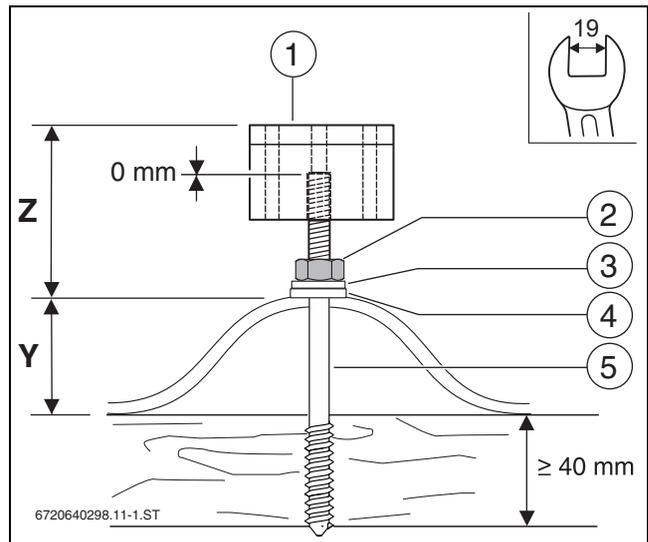

Bild 30 Montierte Stockschraube mit Haltebock
- ▶ Vormontierte Stockschraube mit Schraubenschlüssel SW19 so weit eindrehen, bis Maß Z (→ Tab. 13) erreicht ist (→ Bild 30).
- ▶ Mutter (→ Bild 30 [2]) so weit festdrehen, bis die Dichtscheibe vollständig auf der Wellplatte aufliegt.